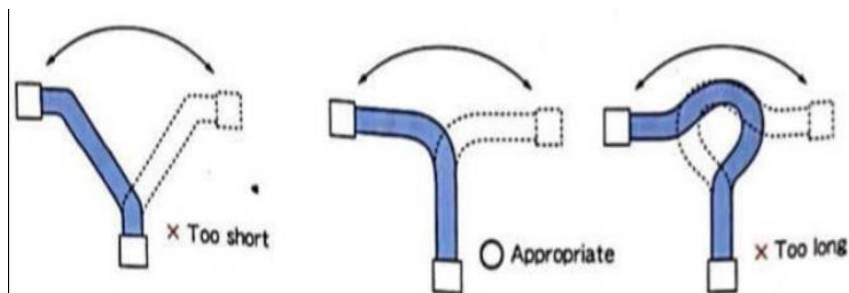

图 11.5 布线需预留合适的弯曲长度
- ✧ 给线缆预留合适的弯曲长度（下图左边太短，中间长度合适，右边太长），如图 11.5 所示。